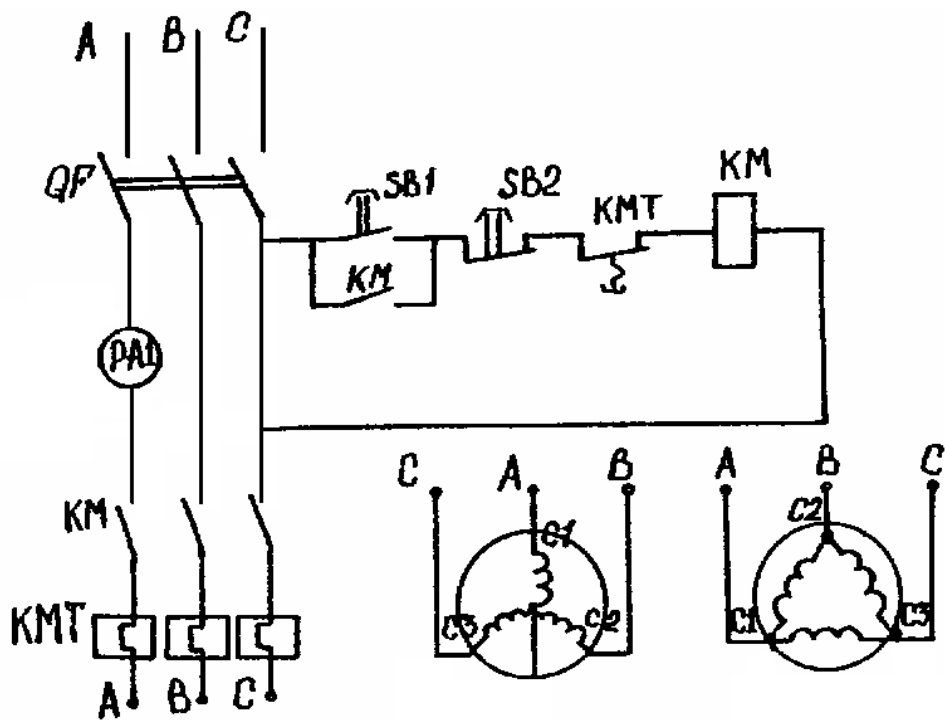

Рис. 4. Электрическая схема запуска электродвигателя.
- 5) Согласно присвоенной маркировке «начал» и «концов» фазных обмоток электродвигателя, собрать электрическую схему рис. 4 и произвести запуск электродвигателя. Запуск электродвигателя осуществляется кнопкой SB_1 . **ПРИ ПРАВИЛЬНО ОПРЕДЕЛЕННОЙ МАРКИРОВКЕ ВЫХОДОВ ФАЗНЫХ ОБМОТОК ЭЛЕКТРОДВИГАТЕЛЯ И ВЕРНО СОБРАННОЙ СХЕМЕ ПОДКЛЮЧЕНИЯ ТОК ФАЗЫ ЭЛЕКТРОДВИГАТЕЛЯ НЕ ПРЕВЫШАЕТ 0,5 А)**